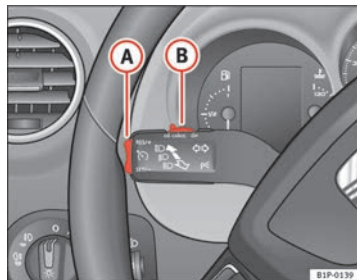

Fig. 132 Alavanca das luzes indicadoras de mudança de direcção e dos máximos: comutador e botão basculante para o regulador da velocidade
- Empurrar o cursor ⇒ fig. 132 **(B)** para esquerda para **ON**.